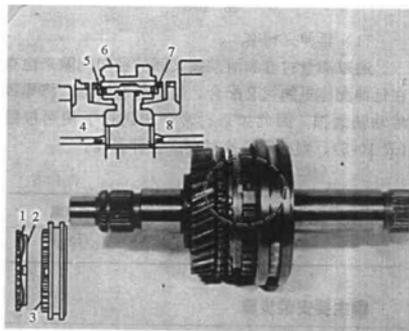

图 10-56
在安装完同步器后, 检查 3 个滑块在齿圈齿数滑块槽内的滑动配合 (图 10-56)。
不要忘记在图 10-56 中标记的二档齿轮侧的同步器齿圈②和同步器齿毂之间安装同步弹簧①。